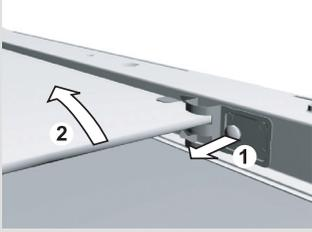

Figure 2
- Pour enlever la vitre intérieure (uniquement sur certains modèles), retirez les vis qui sont sur le support de la vitre et soulevez-la (figure 2). Retirez les supports avant de la nettoyer.